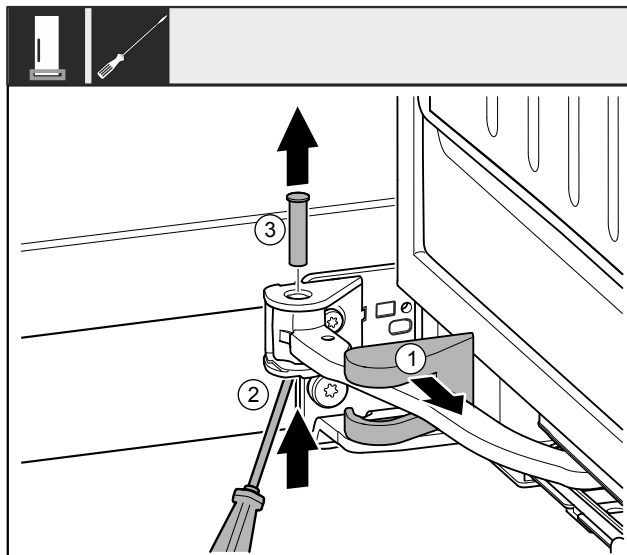

Fig. 9
- Snemite pokrov ležajnega podstavka Fig. 9 (1) in ga zamaknite vzdolž zgibnega dela.
- Sornik Fig. 9 (2) z izvijačem dvignite od spodaj.
- Sornike Fig. 9 (3) izvlecite ven od zgoraj.